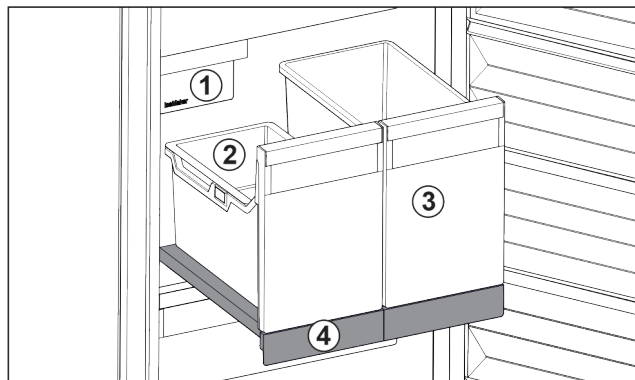

Fig. 28 Выдвжная панель с IceTower
На выдвжной панели находятся два высоких контейнера (IceTower). В контейнере Fig. 28 (2) собираются и хранятся кубики льда из IceMaker. Контейнер Fig. 28 (3) подходит для хранения высоких продуктов, таких, как пицца или алкогольные напитки.